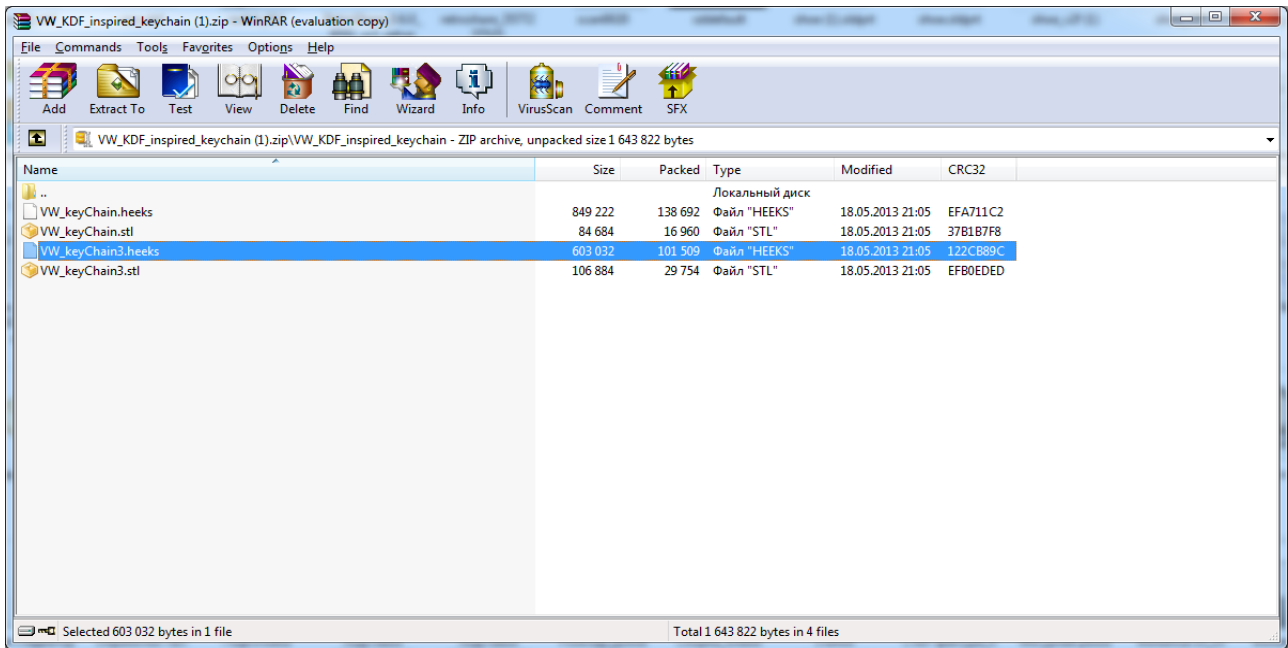

Рисунок 2. Открытие скачанного файла.
2. Откройте скачанный файл и отправьте его удобную для вас папку, рисунок 2